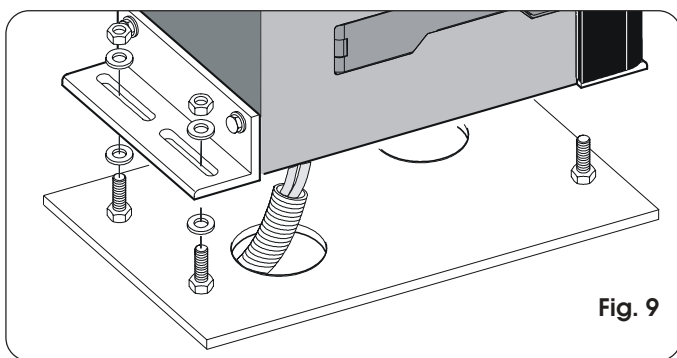
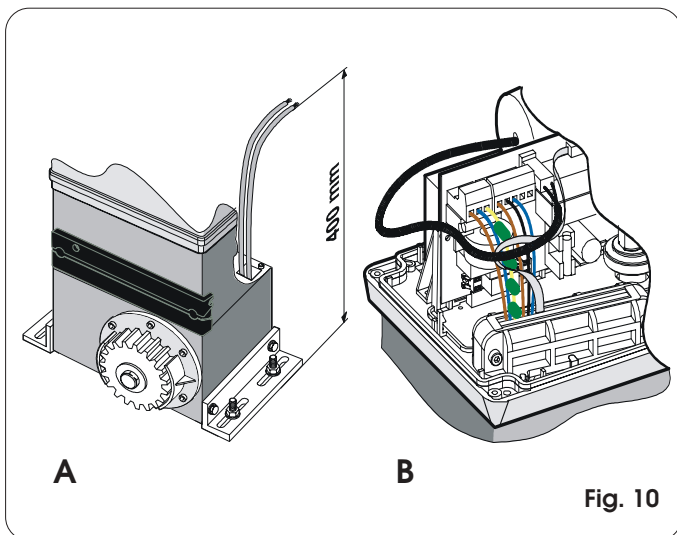

Fig. 9
Fig. 10
- 3) Placer l'opérateur sur la plaque en utilisant les rondelles et les écrous fournis d'après la Fig. 9. Durant cette opération faire passer les câbles à travers le conduit spécifique présent dans le demi-corps inférieur de l'opérateur (Fig. 10 - Réf. A). Pour accéder à l'armoire électronique, faire passer les câbles à travers le trou spécifique en utilisant le serre-câble avec l'élément en caoutchouc fourni. Veiller en particulier à dénuder tous les câbles de façon à ce que le serre-câble tienne les fils un à un (Fig. 10 - Réf. B).